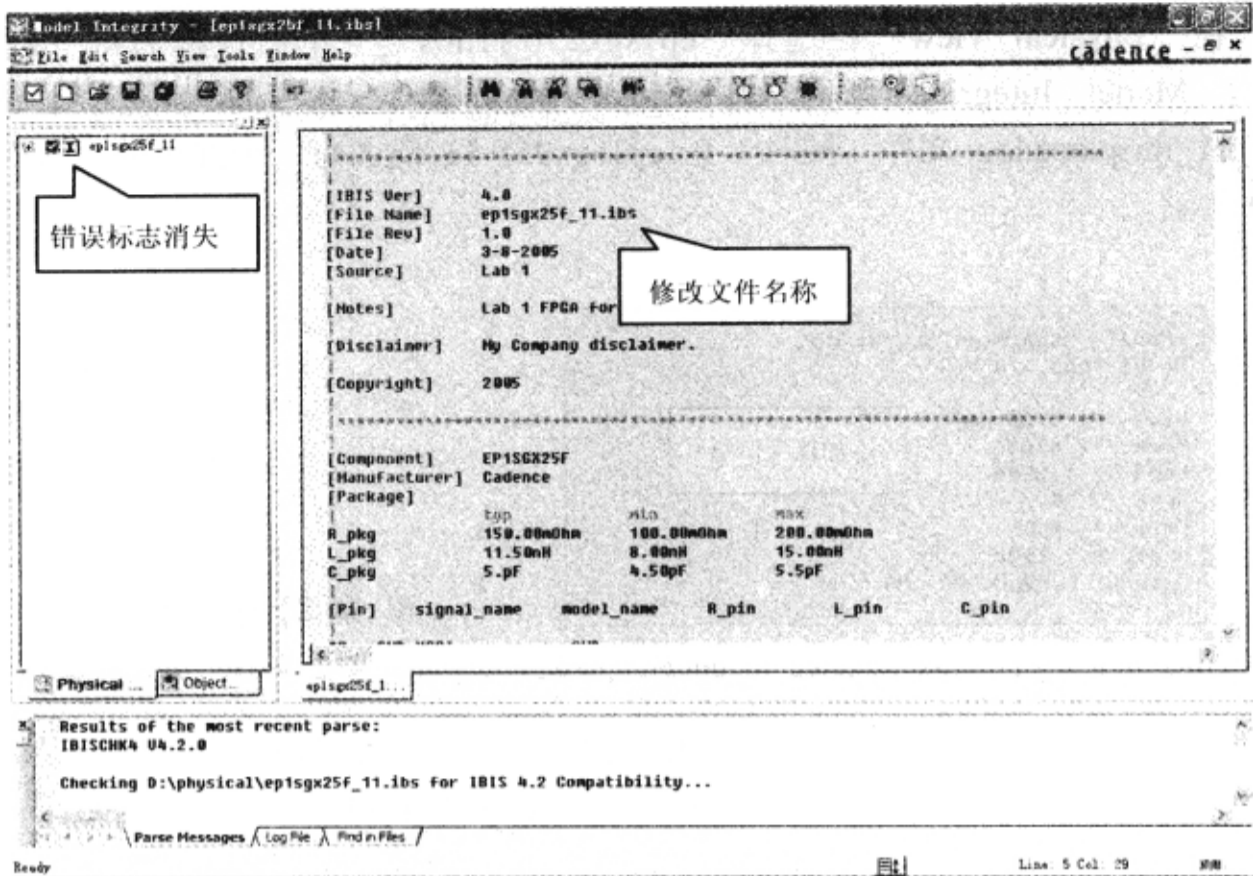

图 2-4-12 错误标志消失
(17) 在“Physical View”栏选择“ep1sgx25f\_11”→单击鼠标右键→选择“parse selected”，解析文件，发现错误标志消失，如图 2-4-12 所示。